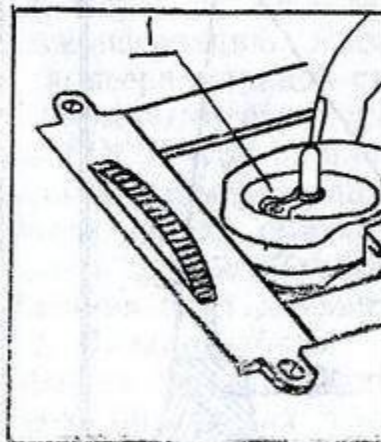

Рис. 6
**Примечание.** На рис. 6 нитенаправитель на стойке
Поворачивая маховик, вынимают шпульку, а затем, отодвинув рычаг (рис. 6) на челночном механизме, вынимают шпульку под выступающий фланец указательным и указательным пальцами правой руки.